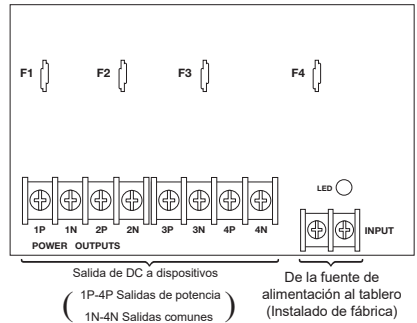

Fig. 3a - PD8UL Tablero de distribución de energía
- b. Para otros modelos de distribución de energía: conecte los dispositivos que se alimentarán a los pares de terminales 1 a 4 marcados [1P y 1N] a [4P y 4N] (*Fig. 2a y 2b, pág. 7*) o 1 a 8 marcados [1P y 1N] a [8P y 8N] (*Fig. 3a y 3b, pág. 7*), revise cuidadosamente la polaridad correcta.
6. Para las aplicaciones de control de acceso, las baterías son opcionales. Cuando no se utilizan baterías, una pérdida de AC dará como resultado la pérdida de voltaje de salida. Cuando se desea el uso de baterías de reserva, deben ser de plomo ácido o gel. Conecte una (1) batería de 12VDC a los terminales marcados [+ BAT -] para la operación de 12VDC. Utilice dos (2) baterías de 12VDC cableadas en serie para funcionamiento a 24VDC.6.